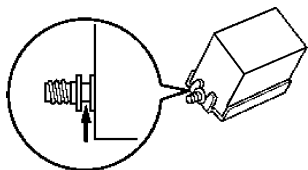

图 5-24 墨盒插入导向板的部分
- 务必将带箭头标记的部分稳固地插入导向板，墨盒插入导向板的部分如图 5-24 所示。